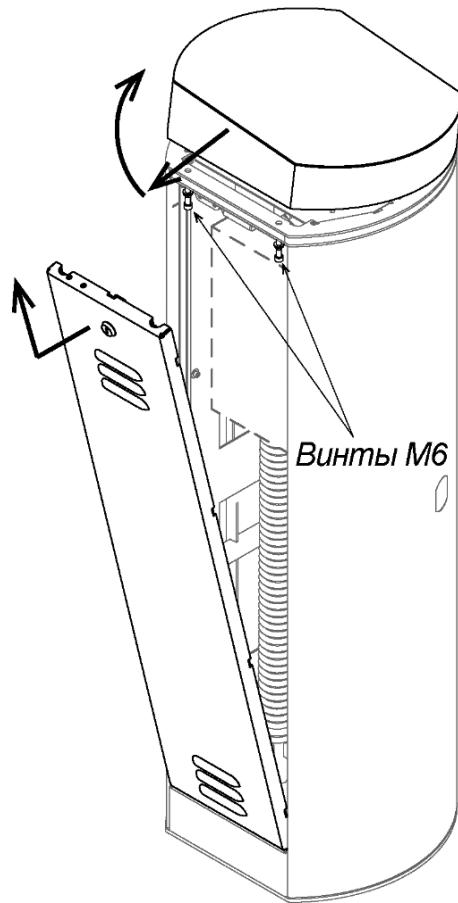

Рисунок 11. Порядок снятия верхней крышки шлабаума
- Снимите дверцу, предварительно повернув ключ замка, и открутите два винта M6, которые находятся снизу на верхней грани проема дверцы. Аккуратно, чтобы не повредить установленную внутри плату управления, снимите крышку, сдвинув ее за передний край на себя и затем подняв его вверх (см. рис. 11).
- На приводе стрелы переведите рычаг (13) в нижнее положение. Для этого шлицевой отверткой вращайте винт (или ручку, в зависимости от модификации привода) разблокировки привода (21) против часовой стрелки до упора.
- Если ранее были установлены балансировочные пружины (8), то их необходимо снять (см. разд. 8.5.4).
- Демонтируйте рычажно-шатунную группу – детали (12) и (13), для чего открутите два болта (14) с внутренним шестигранником S10 и снимите стопорное кольцо (15). Детали плотно насажены на оси, при снятии покачивайте их из стороны в сторону, при необходимости используйте большие отвертки в качестве рычагов.
Для разблокировки стрелы откройте дверцу шлагбаума и шлицевой отверткой вращайте винт (ручку) разблокировки привода (21) (см. рис. 11) влево или вправо до тех пор, пока нижний шарнир шатуна (12) не выйдет из крайнего положения и стрела не станет поддаваться ручному воздействию вверх или вниз.
1. Откройте дверцу (2) стойки шлагбаума.
2. Шестигранным ключом S10 ослабьте два болта (14), фиксирующие рычаг (13) на валу кронштейна стрелы (см. рис. 11). Придерживайте стрелу от падения!